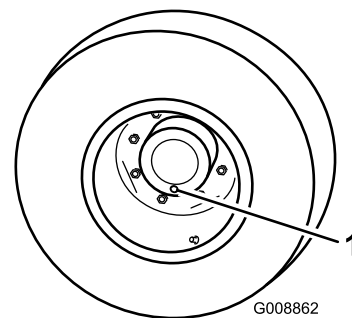

Figura 91
1. Con la máquina en una superficie nivelada, coloque una rueda de manera que uno de los tapones de verificación esté en la posición más baja (posición de las 6) (Figura 91).